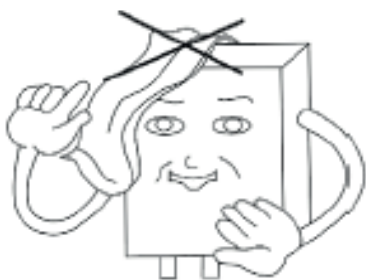

Fig.17
- Não coloque toalhas nem roupa em cima do esquentador (Fig. 17)